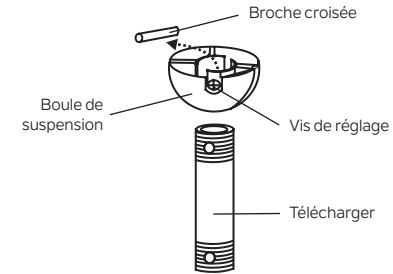

Fig. 7
Étape 5. Retirez la boule de suspension de l'assemblage de la tige descendante en desserrant les vis de réglage, en dévissant et retirant la goupille transversale et en dévissant la boule hors de la tige. (Fig. 7)